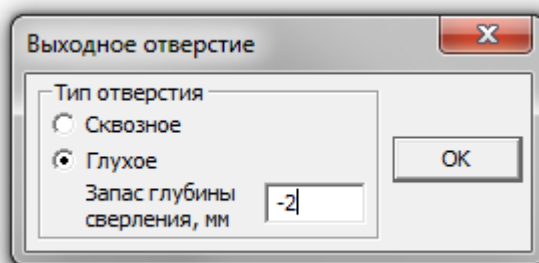

Рисунок 3-32
5. Определить длину шпильки. В зависимости от указанного способа определения длины необходимо выбрать ее из предлагаемого списка длин (динамический способ) или указать запись в таблице **IMBASE** (Рисунок 3-32).